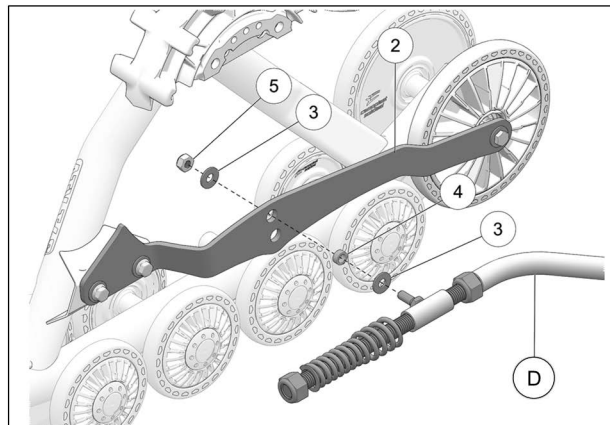

Fig. 12
10. Fixer le bras stabilisateur (**D**) à la pièce d'ancrage (**2**) du système de traction à l'aide des rondelles (**3**), l'espaceur (**4**) et l'écrou (**5**). Utiliser le trou du haut. Serrer l'écrou à 50 Nm [37 lb•pi]. Voir la Fig. 12